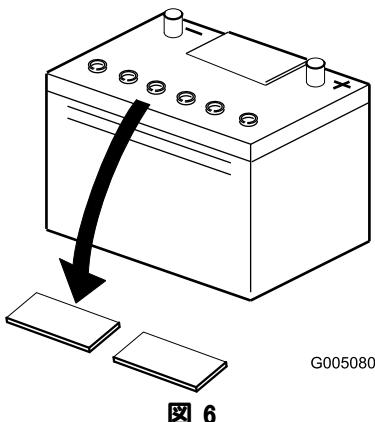

図 6
- バッテリーの上部をきれいに拭い、キャップを取り外す（図 6）。